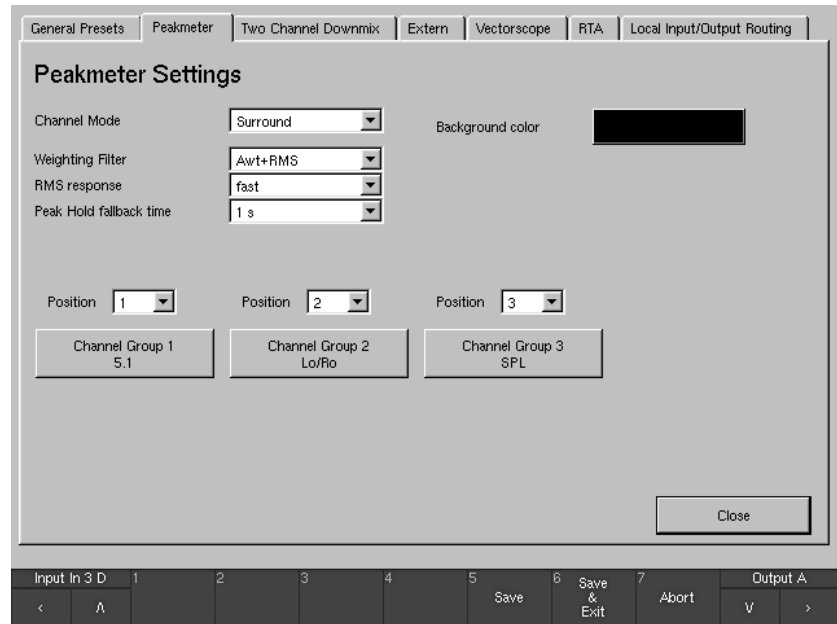

Bild 4-5: Menü-Karteikarte „Peakmeter“ im „Surround“-Modus
Siehe Bild 4-5 u. Abschnitt 4.13.
- „Surround“: 3 Gruppen (siehe Bild 4-5 und Abschnitt 4.13.)